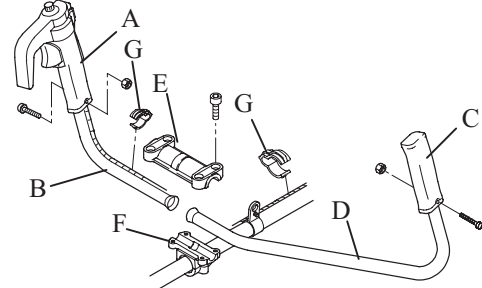

Abb.8-1
Befestigen Sie den Steuergriff (A) an der Griffstange (B) und den Griff (C) an der Griffstange (D). Achten Sie darauf, daß die einzelnen Griffstangen in die Nuten im Griffstangenhalter (F) passen, halten Sie sie zusammen mit dem Griffstangenhalter (E) fest, und befestigen Sie sie mit den Schrauben. Befestigen Sie Gaszug und Kabel mit Kabelbindern (G) am Handgriff. (Abb. 8-1)